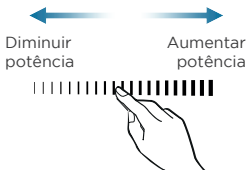

Fig. 3
- Ajuste a potência desejada utilizando a tecla de potência. (Fig. 3).